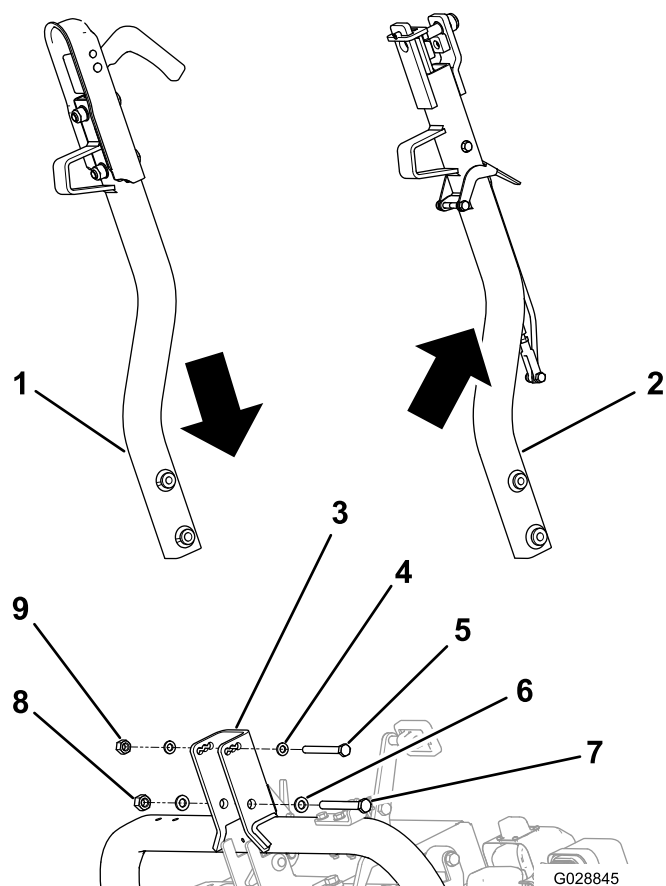

Рисунок 1
1. Отверните болты, снимите шайбы и контргайки крепления имеющегося сцепного устройства и снимите его (Рисунок 1).